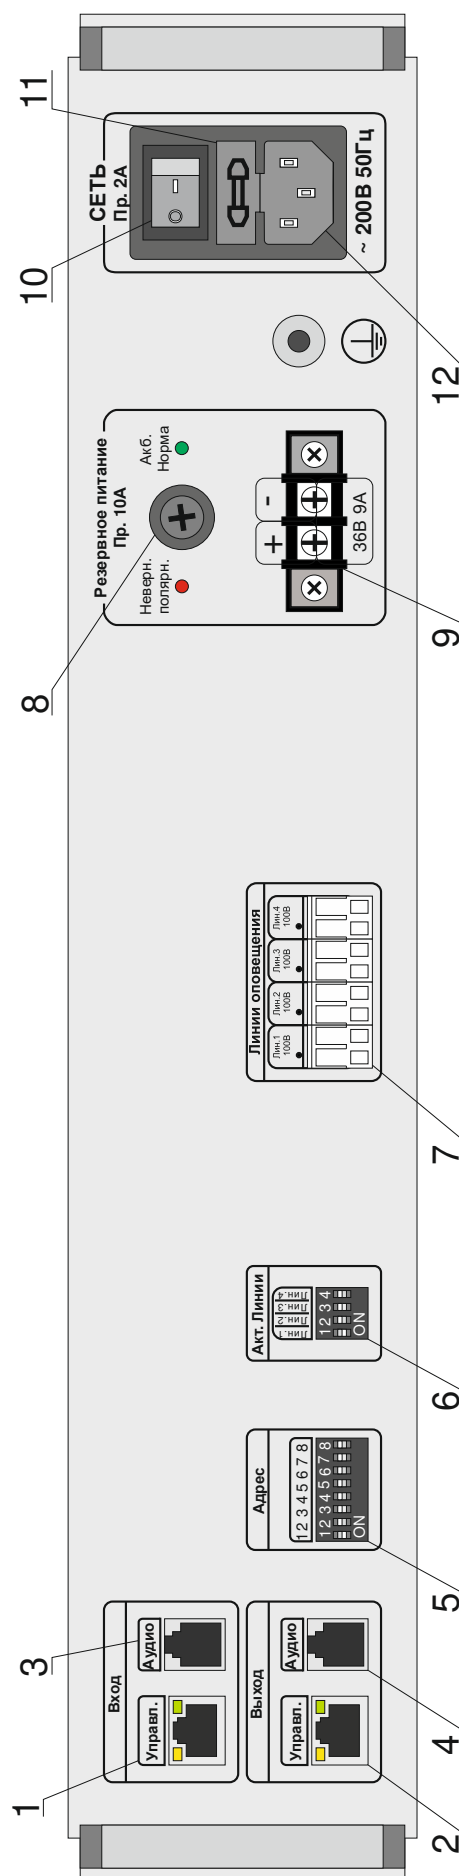

Рис. 2.10. Вид задней панели
2.3.2.4 Устанавливают выключатель СЕТЬ (поз.10 на Рис. 2.10), обеспечивающий подачу электропитания, в положение, соответствующее отключенному состоянию.
На задней панели (см. Рис. 2.10) расположены:
Включают электропитание посредством выключателя СЕТЬ (поз.10 на Рис. 2.10).